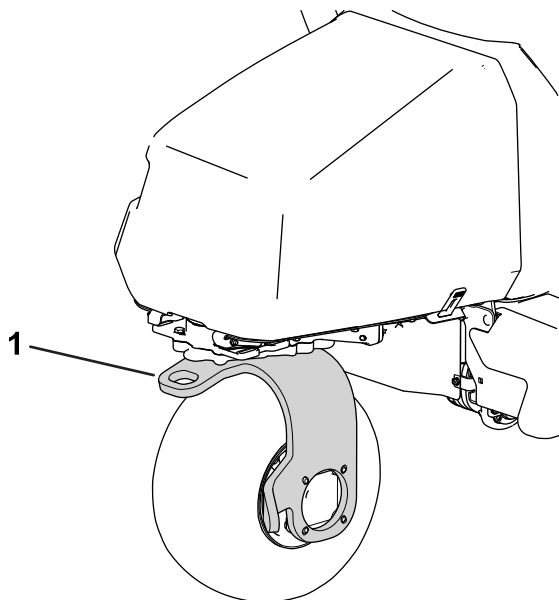

図 34
13. マシンの後キャストフォークに牽引ロープを取り付けて牽引する 図 34。